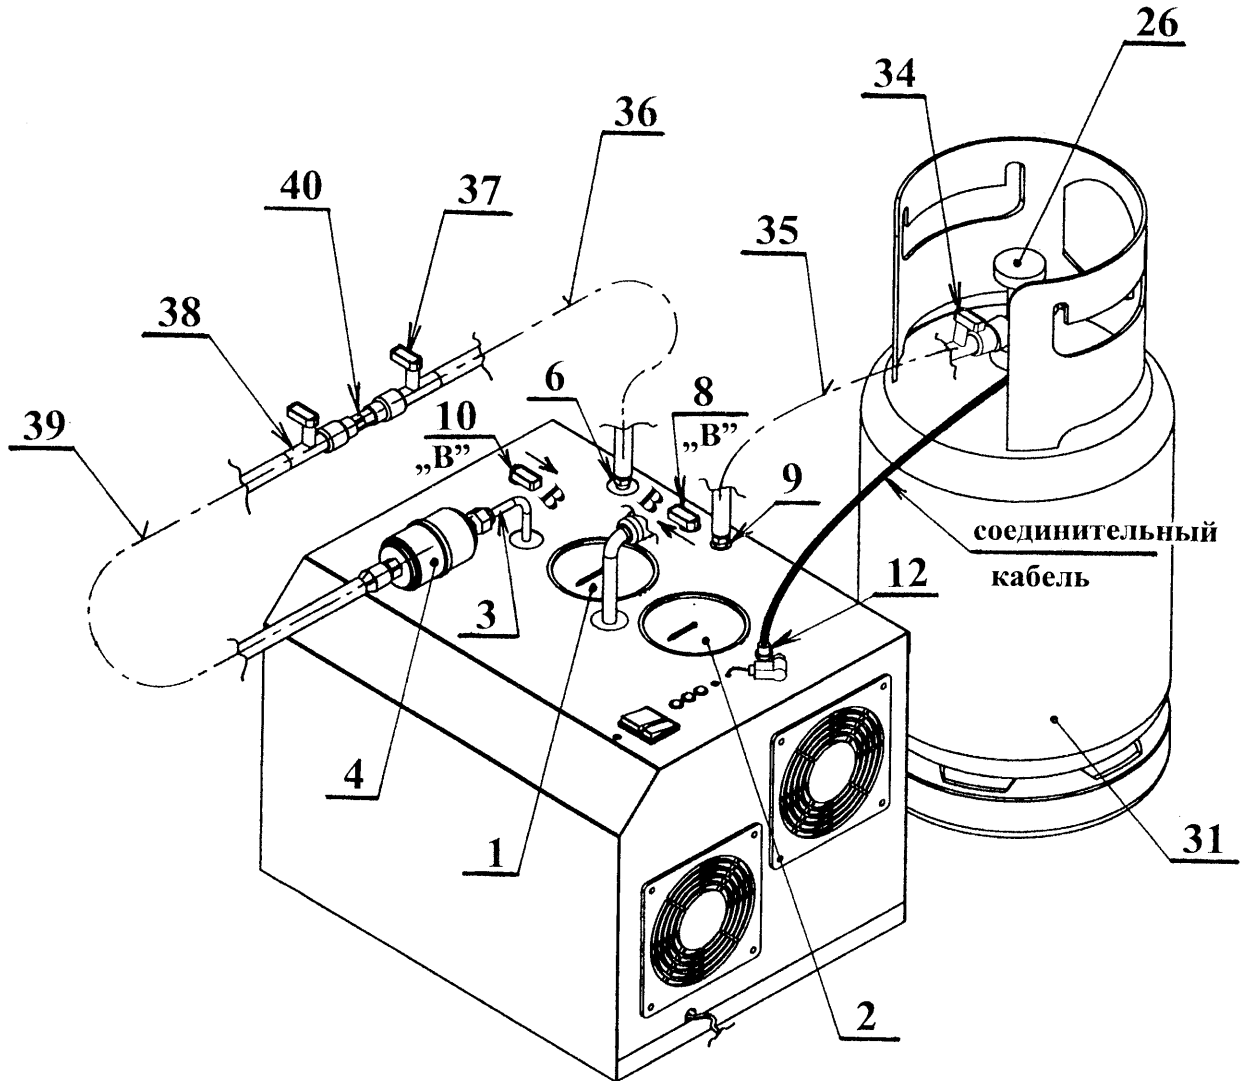

Рисунок 6.
5. РЕЖИМ САМООТКАЧКИ (см. рисунок 6).